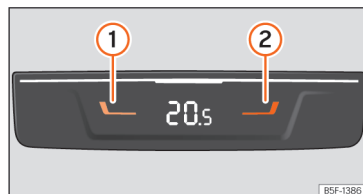

Рис. 116 Задня частина центрального тунелю: панель управління для задніх пасажирів
- Натискайте клавіші  і  >>> **рис. 116**, щоб установити бажану температуру для задньої зони.